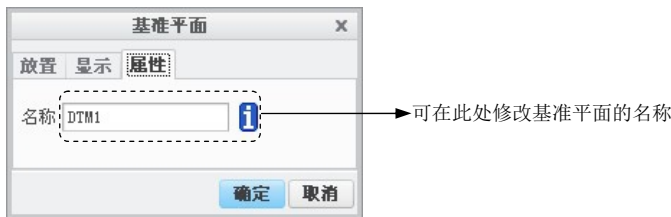

图 5.19.4 修改基准平面的名称
Step4. 修改基准平面的名称。如图 5.19.4 所示，可在 **属性** 选项卡的 **名称** 文本框中输入新的名称。